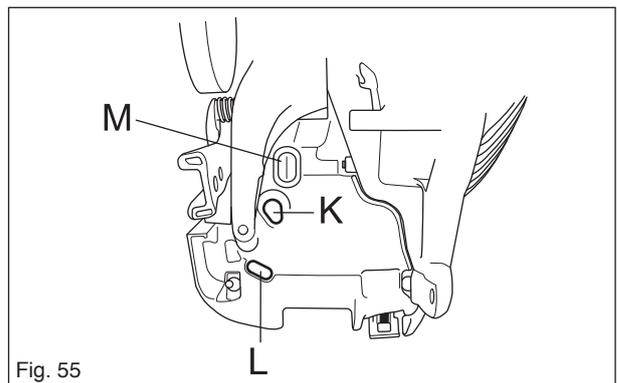

Fig. 55
2. Inserte la manguera de combustible D en el orificio K y las mangueras B y C en el orificio L (fig. 55). Tire de las mangueras de forma que los collarines queden en su lado respectivo de la base del compartimento del carburador.